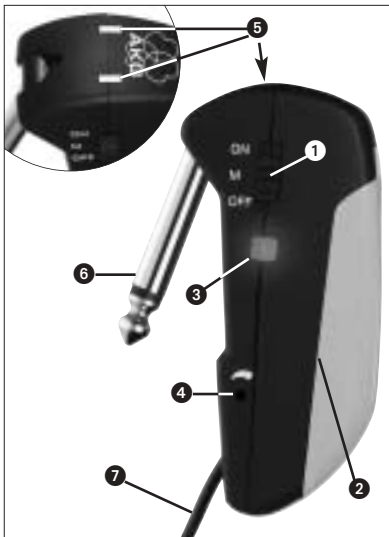

Fig. 1: Controles do GB 40
2.5 Elementos de controle (Veja fig. 1)
4.2 Ajustar o nível (veja fig. 1)